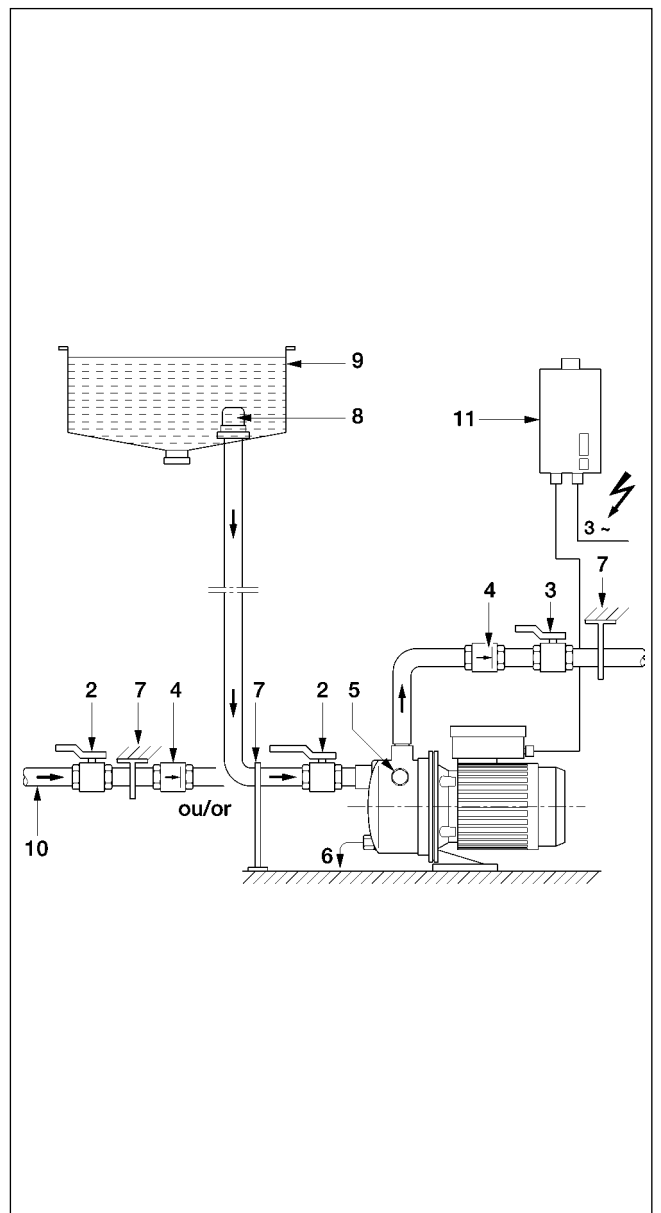

Fig. 2
- Рисунок 2: Насос работает под давлением накопительного бака или подключен к системе центрального водоснабжения с защитой от “сухого хода”.